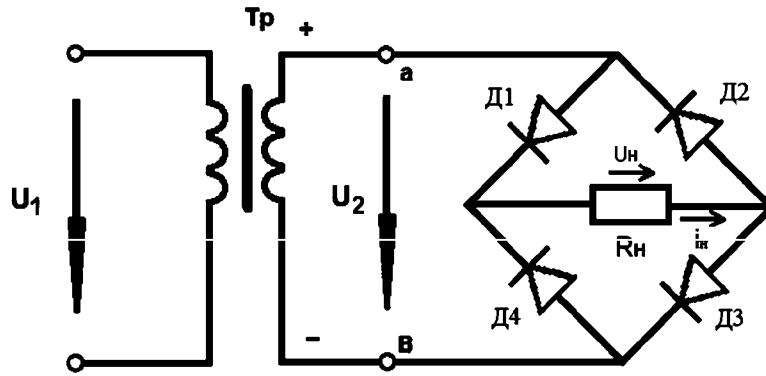

Рис. 2.4. Двухполупериодный мостовой выпрямитель.
4. Двухполупериодный мостовой выпрямитель (рис. 2.4) состоит из трансформатора и четырех диодов, подключенных к вторичной обмотке трансформатора по мостовой схеме. К одной из диагоналей моста подсоединяется вторичная обмотка трансформатора, а к другой – нагрузочный резистор  $R_n$ . Каждая пара диодов (Д1-Д3 и Д2-Д4) работают поочередно.